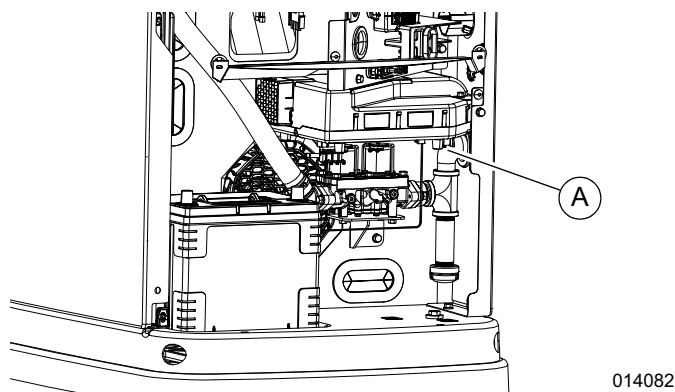

Figura 3-10. Ubicación del fusible de 15 A
NOTA: Consulte la Figura 3-10. Retire el panel frontal y el de admisión de la unidad, y retire el fusible de 15 A (A) del convertidor.